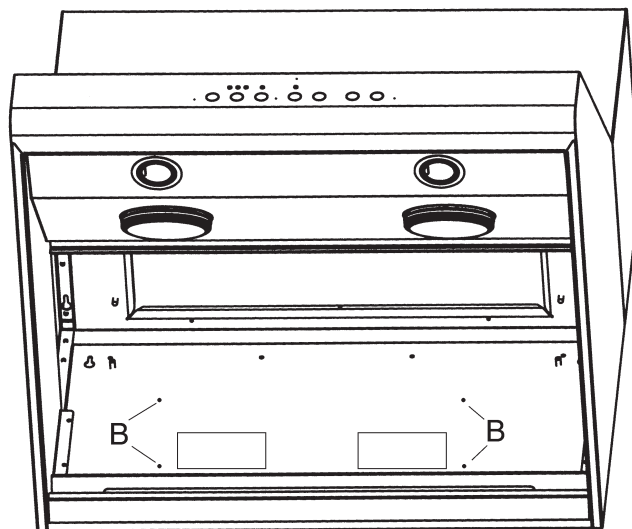

Figura 15: Ubicación de los travesaños soldados
2. La Figura 15 muestra los travesaños soldados en la posición B, para la salida horizontal (atrás). Fije cuatro (4) tuercas #10-24 a los travesaños soldados. Para la salida vertical, fije las tuercas a los travesaños situados en la parte superior de la placa de montaje.